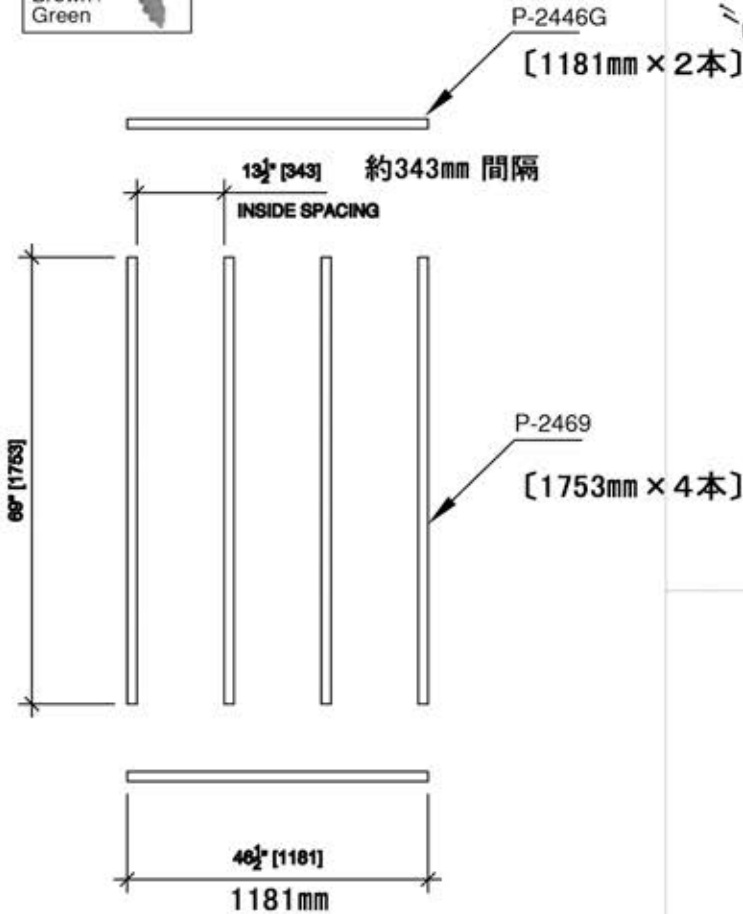

FIG. P11-1
- ・ 根太 (joist) を図P11-1のように並べます。